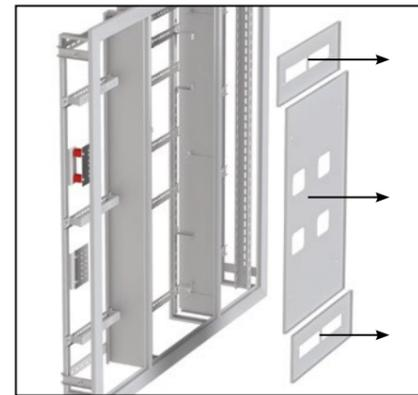

Рис. 48
1.1 Открутите саморезы которые держат фальш-панели при помощи крестовой отвертки и извлеките их (Рис. 48), саморезы сохранить.